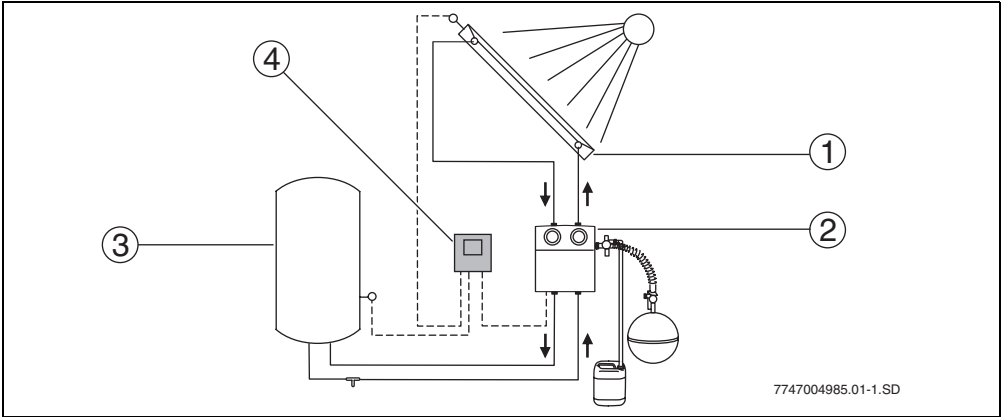

Fig. 2 Esquema do sistema
Quando a diferença de temperatura ajustada entre o campo de coletores (→ Fig. 2, pos. 1) e o termoacumulador solar (→ Fig. 2, pos. 3) é ultrapassada, a bomba no grupo de circulação é activada.